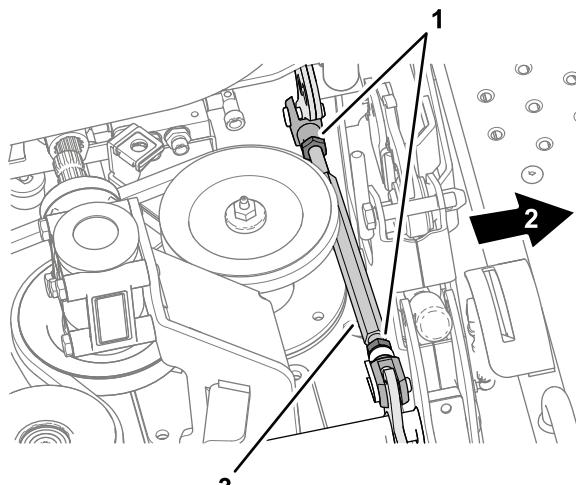
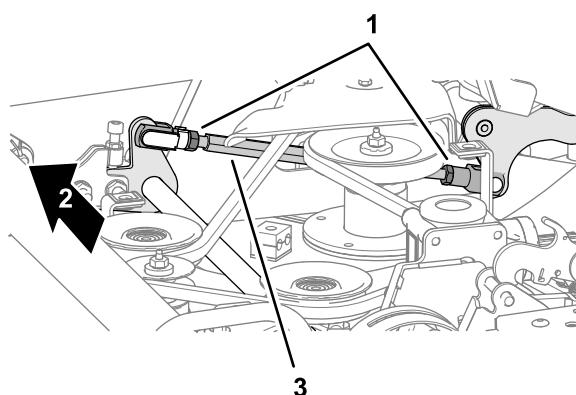

Рисунок 128
Рисунок 129
- B. Ослабьте контргайки на регуляторах наклона деки (Рисунок 128 и Рисунок 129) с каждой стороны деки.